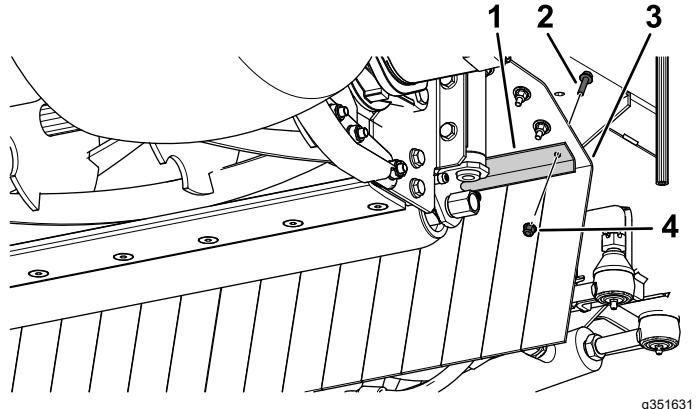

**Figura 8**
1. Fissate il deflettore largo ai supporti sinistro e destro delle alette con 8 bulloni a testa flangiata (6 x 25 mm), 8 rondelle e 8 dadi di bloccaggio (6 mm), come mostrato nella Figura 8.